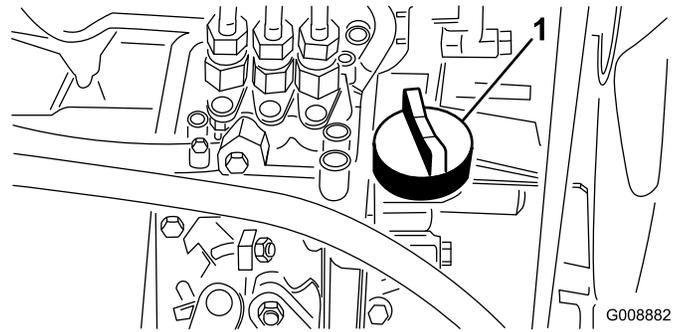

Figura 25
4. Se o nível do óleo for baixo, retire a tampa de enchimento (Figura 25) e adicione gradualmente pequenas quantidades de óleo, verificando constantemente o nível, até que este alcance a marca Cheio na vareta.